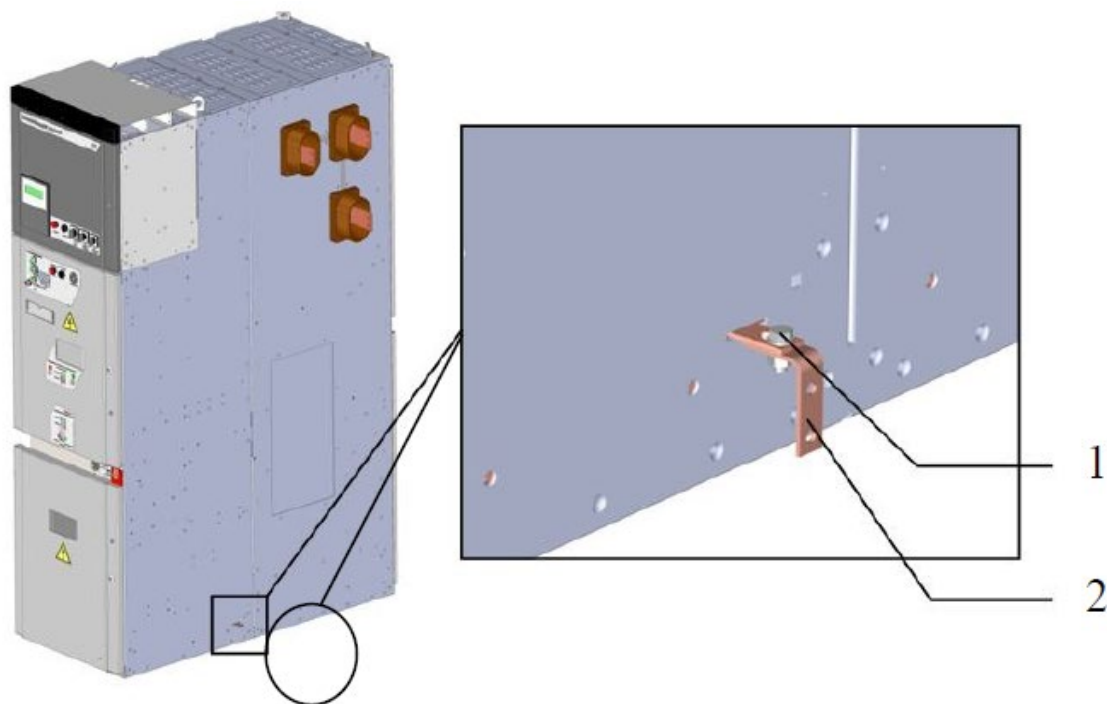

Рис. 17. Сборка системы заземления секции шкафов КРУ
10.2.4. В нижней боковой части корпусов шкафов КРУ предусмотрены отверстия для системы заземления секции согласно рис. 17. С фасада в нижней части каждого шкафа КРУ предусмотрена шина заземления. Выводы шин системы заземления необходимо присоединить к общему контуру заземления.